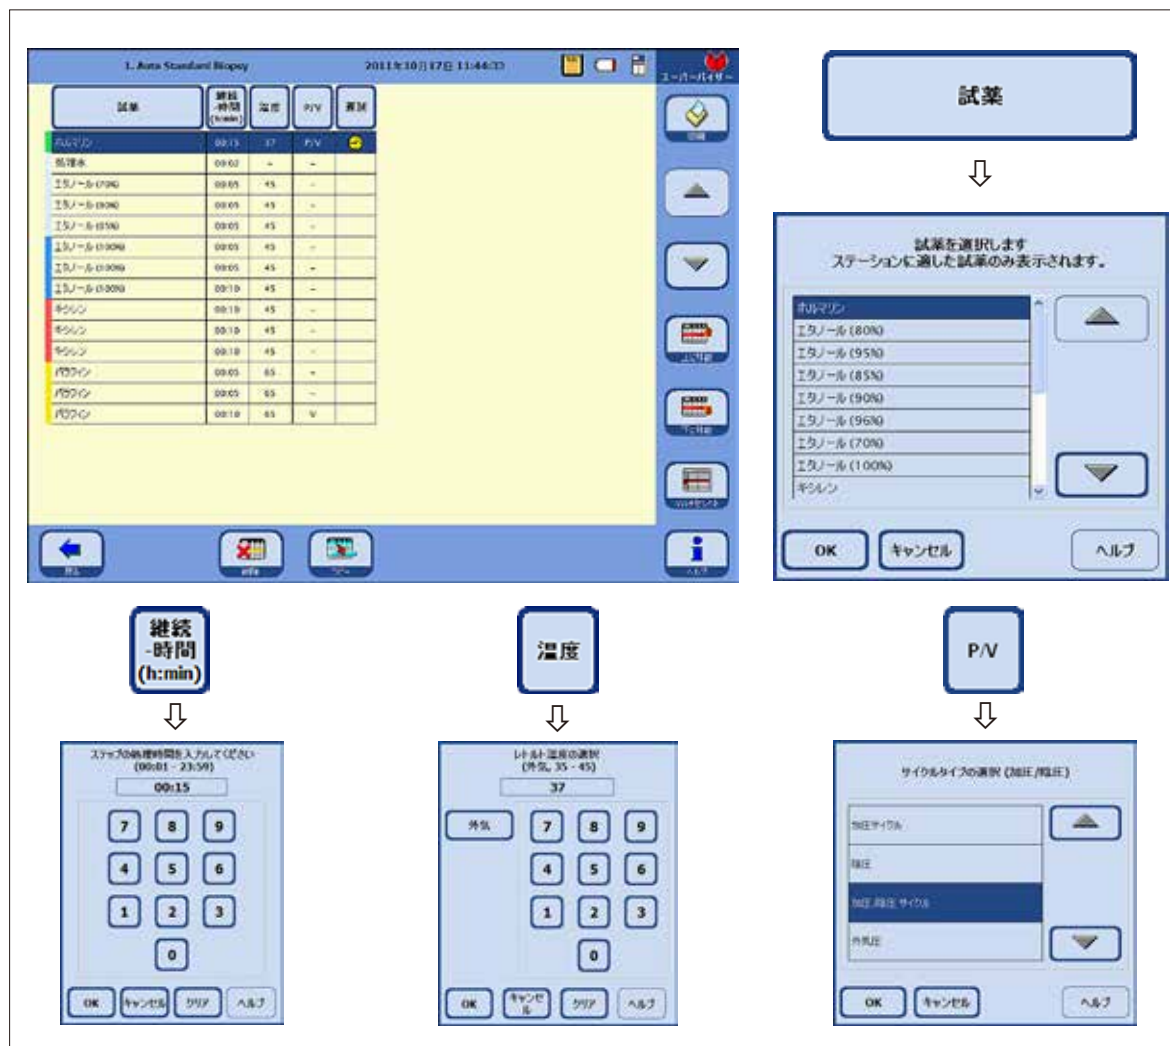

図 160
- ・ 「編集」ボタン (図 158) を押してプログラムステップ画面を表示させます (図 160)。
(図 160)